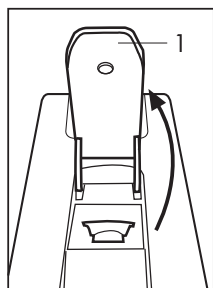
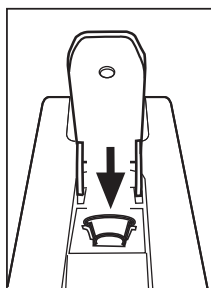

Fig. 7
Fig. 8
- Sollevare completamente la leva di comando (1) (Fig. 7) e inserire una capsula nell'apposito spazio. (Fig. 8)